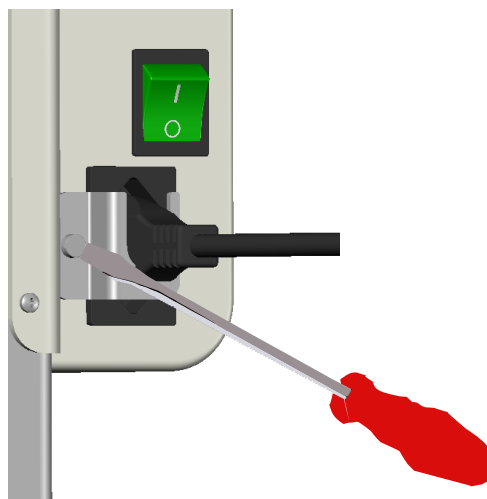

Figura 2.12a
- 2- Caso exista algum equipamento que necessite de alimentação da rede elétrica, conectar o cabo de alimentação do mesmo à tomada auxiliar da mesa e fazer o travamento do cabo *conforme figura 2.12a*.
Ao conectar-se os equipamentos às tomadas auxiliares da mesa, deve-se fazer o travamento dos plugues conforme figura 2.12a.